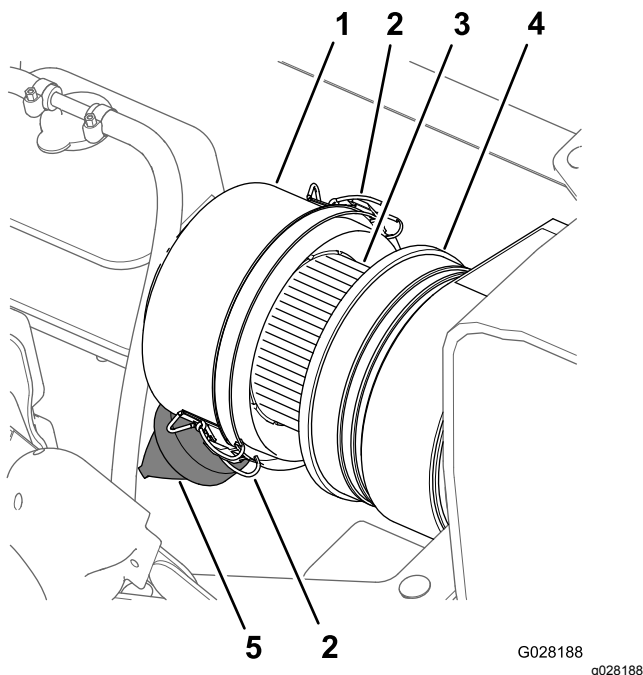
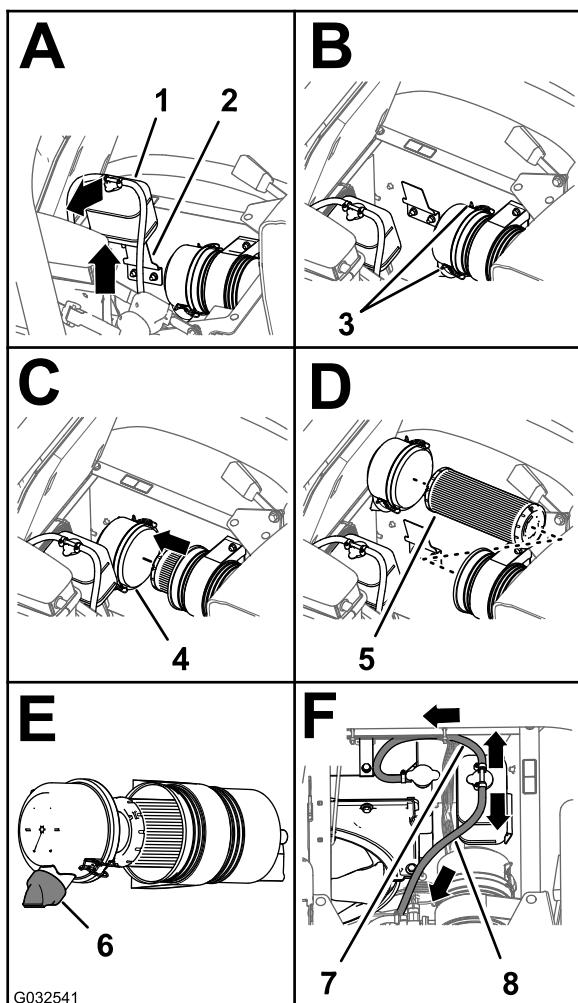

Figure 68
Figure 69
3. Nettoyez le capuchon antipoussière et le boîtier du filtre à air (Figure 68).
4. Recherchez sur le boîtier du filtre à air des dommages susceptibles d'occasionner des fuites d'air (Figure 68).
5. Pressez la valve à poussière pour éliminer les saletés, la poussière et les débris (Figure 68).
7. Vérifiez que l'élément du filtre à air ne présente pas de dépôts excessifs de poussière, saleté ou débris (Figure 68).
8. Reposez le capuchon antipoussière sur le boîtier du filtre à air et fixez-le en place avec les 2 attaches (Figure 68).
2. Nettoyez le capuchon antipoussière et le boîtier du filtre à air (Figure 68).
3. Soulevez le réservoir de trop-plein de liquide de refroidissement pour le déposer de son support (Figure 69).
4. Desserrez les 2 attaches qui fixent le capuchon antipoussière sur le boîtier du filtre à air (Figure 69).
6. Nettoyez l'intérieur du capuchon antipoussière, du boîtier du filtre à air et de la valve à poussière avec un chiffon humide (Figure 68 et Figure 69).
7. Insérez l'élément filtrant neuf dans le boîtier du filtre à air (Figure 69).
8. Reposez le couvercle sur le boîtier du filtre à air et fixez-le en place avec les 2 attaches (Figure 69).
Remarque: Vérifiez que la valve à poussière s'aligne bien entre les positions 5 et 7 heures vu de l'extrémité (Figure 69).
9. Placez le réservoir de trop-plein du liquide de refroidissement en face de son support et fixez solidement le réservoir (Figure 69).
Important: Vérifiez que le flexible de décharge de pression est dirigé vers l'avant et le bas et que le flexible d'évent du réservoir est dirigé vers l'arrière, comme montré à la Figure 69.